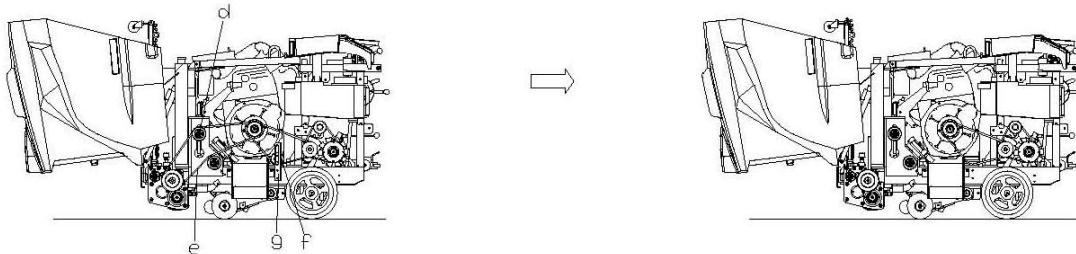

図2
・・・図2
3.カウンターシャフトテンションプーリー(f)を緩め、テンションプラケット(g)と共に本体フレームから取り外す。・・・図2